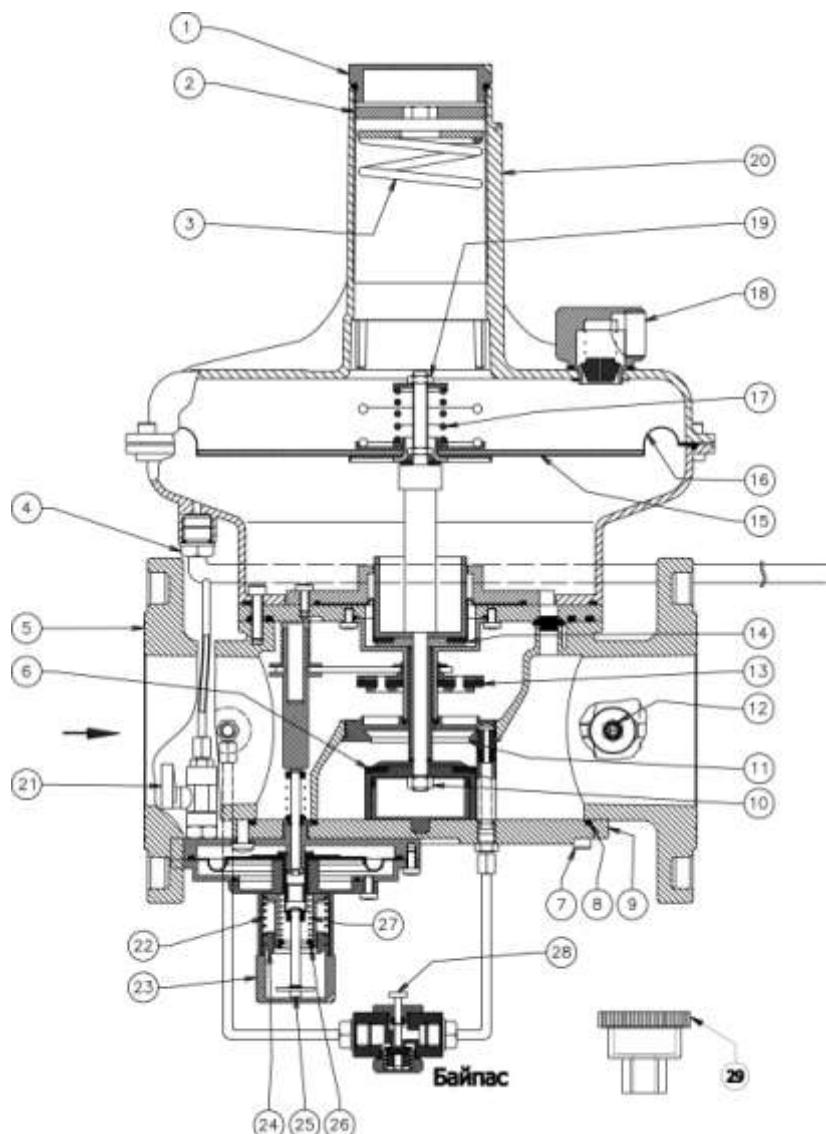

Рис. 2
Регулятор (рис. 2) состоит из: защитный колпачок (регулятор) (1); регулировочный винт выходного давления (2); пружина настройки выходного давления (3); импульсная трубка выходного газопровода (4); корпус (5); рабочий клапан (6); винты фиксации нижней панели (7); уплотнительное кольцо (8); нижняя панель (9); гайка фиксирующая рабочий клапан (10); седло (11); штуцер измерения давления на выходе (12); отсечной клапан (13); компенсационная мембрана (14); диск мембранны (15); рабочая мембрана (16); пружина сбросного клапана (17); сбросной патрубок G ¾" (18); винт настройки сбросного клапана (19); раструб (20); кран (21); пружина настройки отсечного клапана по избыточному давлению (22); защитный колпачок отсечного клапана (23); регулировочный винт отсечного клапана по избыточному давлению (24); рычаг взвода отсечного клапана (25); винт настройки отсечного клапана по недостаточному давлению (26); пружина настройки отсечного клапана по недостаточному давлению (27); кнопка байпаса (28); ключ для настройки (29).